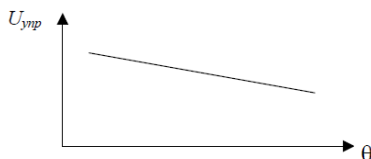

Рис.5 – График зависимости среднего угла поворота управляемых колес от критической скорости по условиям управляемости
1. Построить в масштабе схему движения автомобиля при прохождении поворота (рис.5). На схеме показать размеры a , b , L , B , считая, что центр тяжести расположен на оси автомобиля, углы γ , θ , силы $P_{ц}$ и P_y .